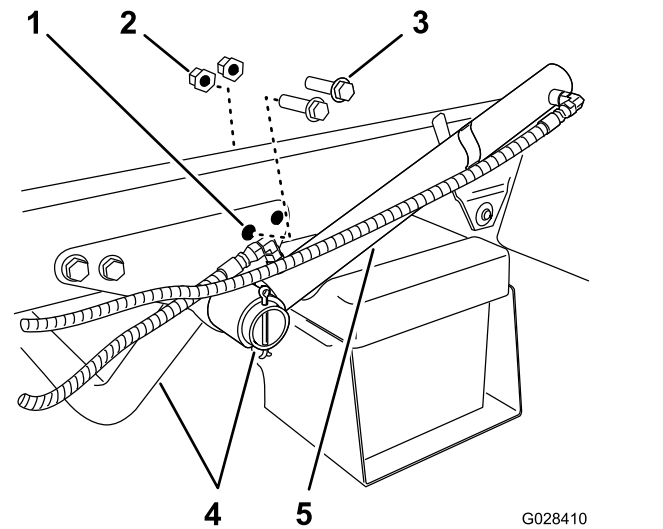

Figura 6
1. Retire los dos pernos con arandela prensada traseros y las dos contratruercas con arandela prensada que fijan la placa de soporte del tubo del motor al bastidor de la máquina (Figura 6).
2. Gire el cilindro de elevación hasta obtener el espacio necesario para instalar el soporte de amarre del patín del depósito (Figura 6).